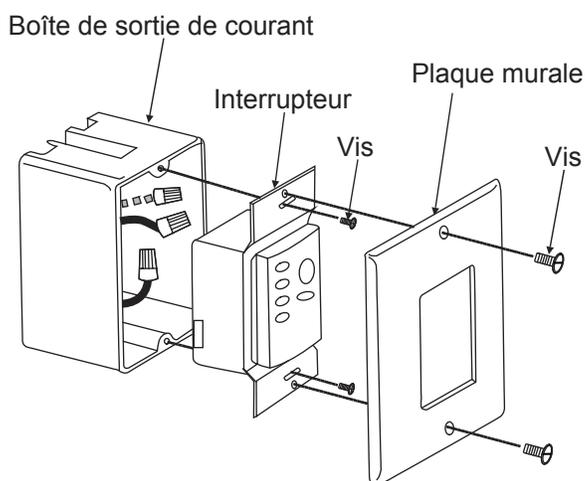

Fig. 23
**Étape 2.** Installez la plaque murale sur la boîte de courant existante à l'aide des vis fournies. (Fig. 23)